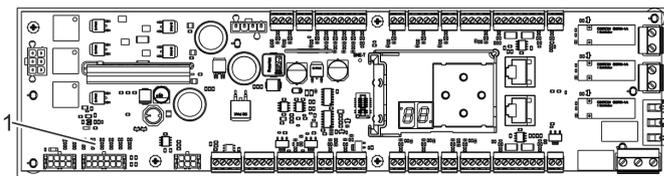

Рис. 122 Светодиод состояния регулятора
Проверить светодиоды состояния (рис. 122/1) датчиков движения с учетом следующей информации:
4. Проверить светодиоды состояния (рис. 122/1) предохранительных датчиков с учетом следующей информации: